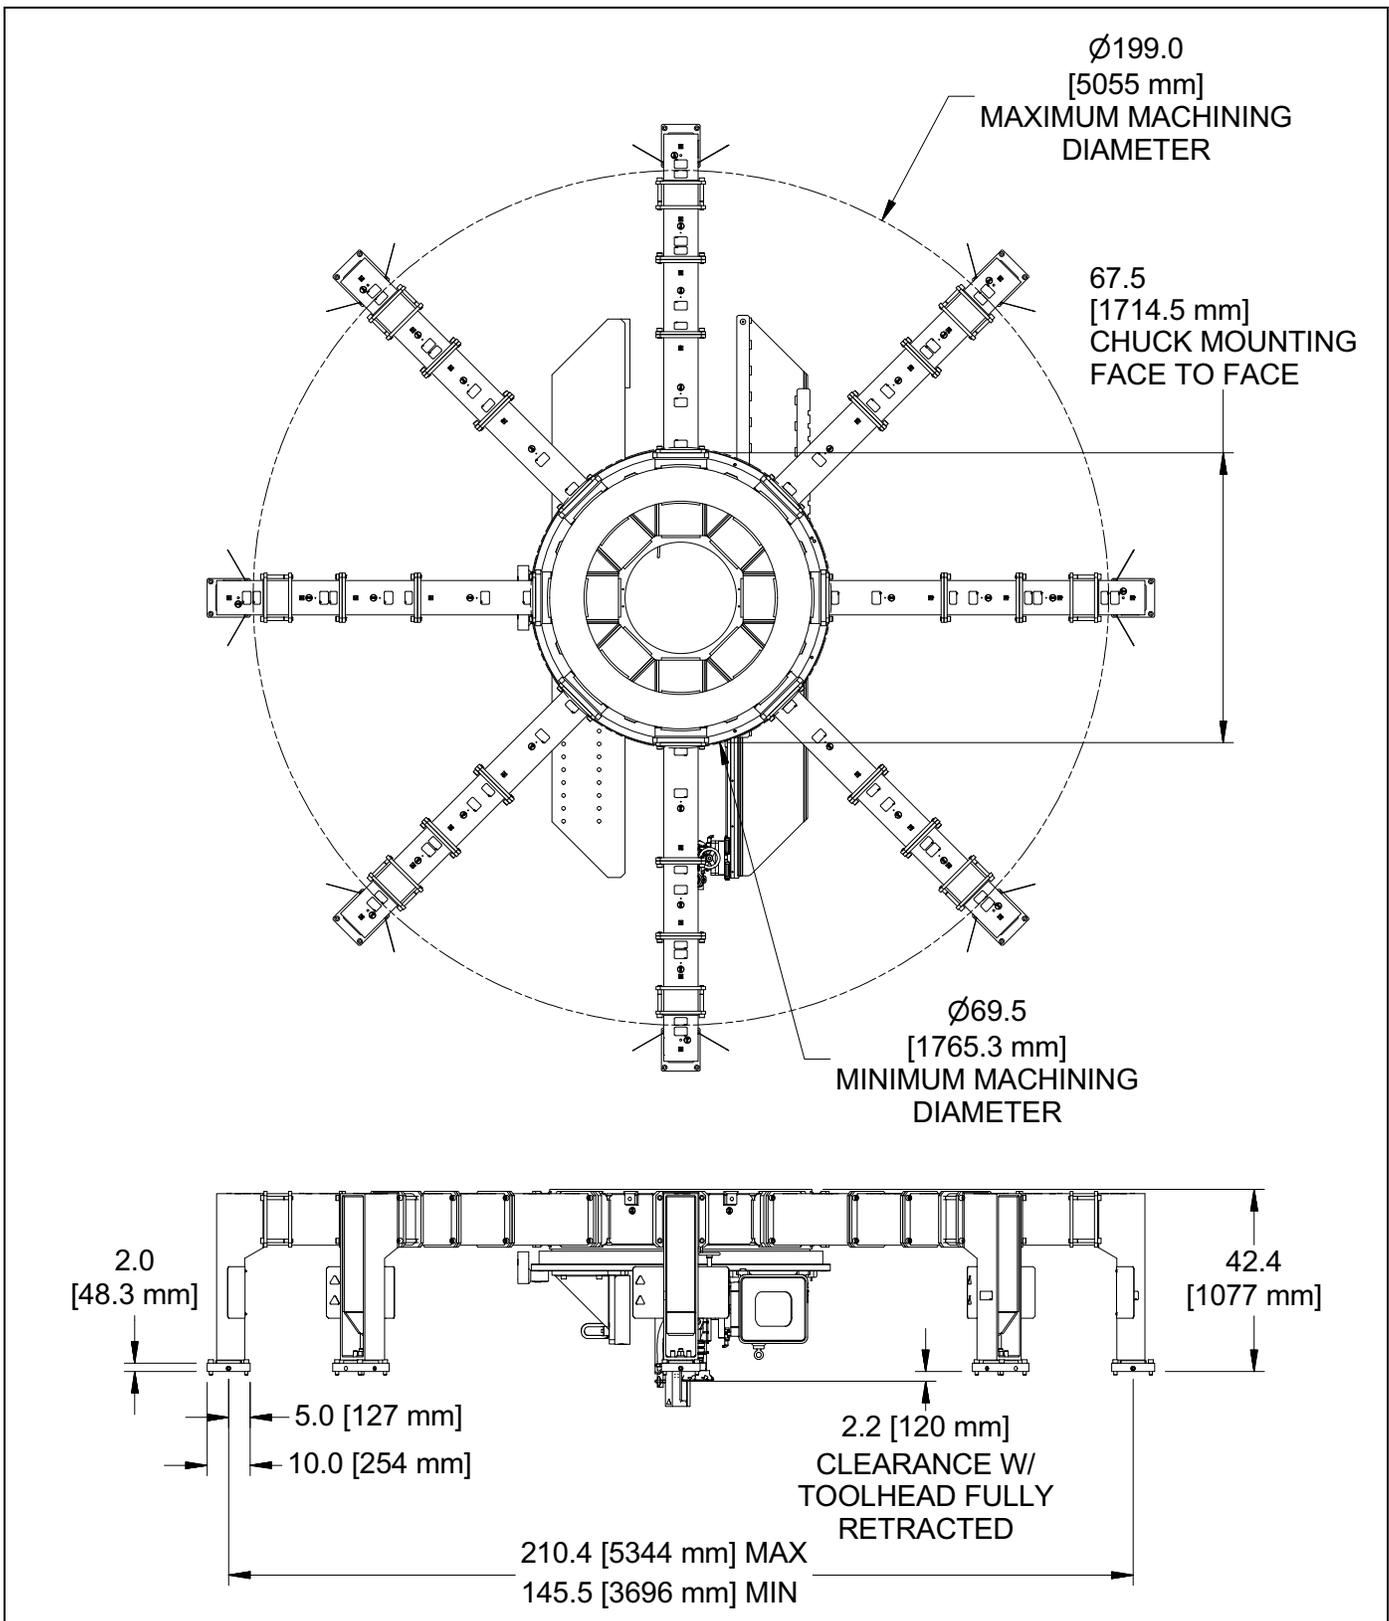

ABBILDUNG 2-5. ABMESSUNGEN AUßERMONTAGEMASCHINE
- Für Außenmontage, 3.442–5.090 mm (135,5–200,4") Außendurchmesser (siehe Abbildung 2-5 auf Seite 18)
- Für Frontmontage, 1.715 mm (67,5") oder größer (siehe Abbildung 2-5 auf Seite 18)